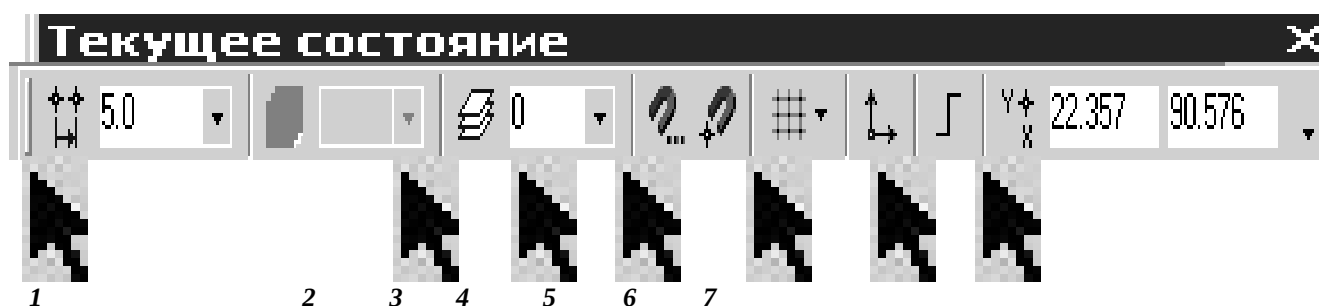
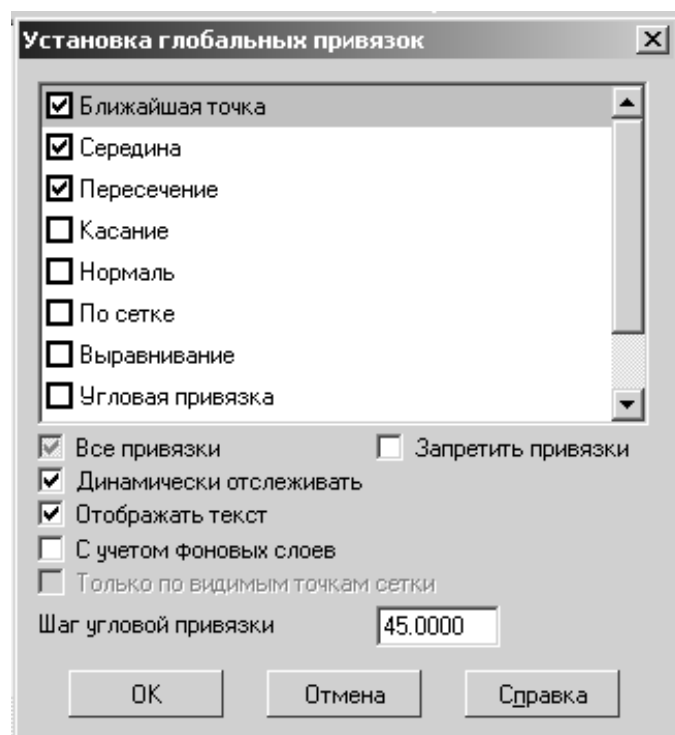

Рис.13.
Рис.21.
Различают привязки глобальные и локальные. О настройке глобальных привязок было сказано выше. Их настройку в одно нажатие кнопки можно выполнить с помощью меню **Текущее состояние** 3 (см.рис.13). Если оно не включено, то включить его можно по команде **Сервис**⇒**Настройки интерфейса**⇒**Панели инструментов**. Далее следует указать флажок напротив нужного пункта. Появившаяся панель будет “подвешена” над полем документа. Нажатием левой кнопки мыши следует взять его за синюю полосу сверху и расположить его по желанию в любой из четырех сторон экрана. При необходимости отделить его от общей панели инструментов следует дважды щелкнуть левой кнопкой мыши на серой объемной полоске 1 (см.рис.13).
9. Установить в меню **Текущее состояние** (см.рис.13) глобальные привязки **Ближайшая точка**, **Середина**, **Пересечение**, **Выравнивание**, **Точка на кривой** в соответствии с рис.21.